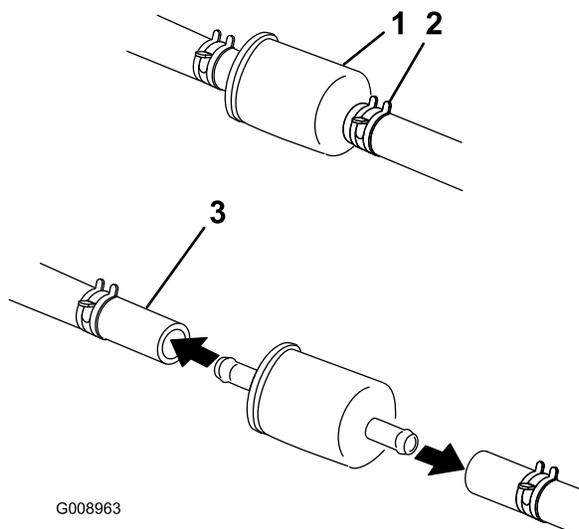

Figura 54
4. Cierre la válvula de cierre de combustible, situada debajo del asiento (Figura 54).
5. Apriete los extremos de las abrazaderas y deslícelas por la manguera alejándolas del filtro (Figura 54).
7. Instale un filtro nuevo y acerque las abrazaderas al filtro (Figura 54).